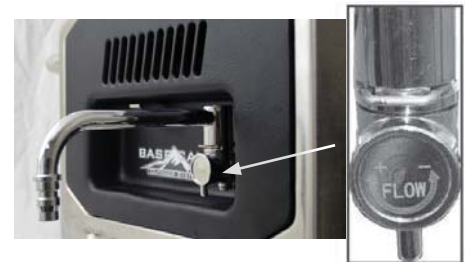

FIG. 9
- La temperatura del agua se puede ajustar moviendo la perilla de control de temperatura de salida entre "Min y Max" o con la válvula de flujo del grifo (Fig. 9). Girando la llave en sentido contrario horario reducirá el flujo y aumentará la temperatura del agua. Girando la llave en sentido horario aumentará el flujo y disminuirá la temperatura del agua.